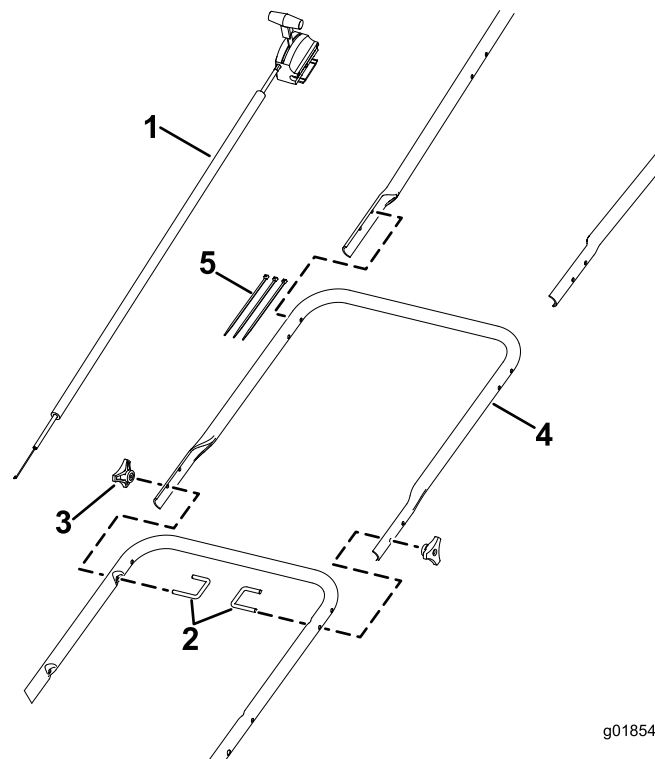
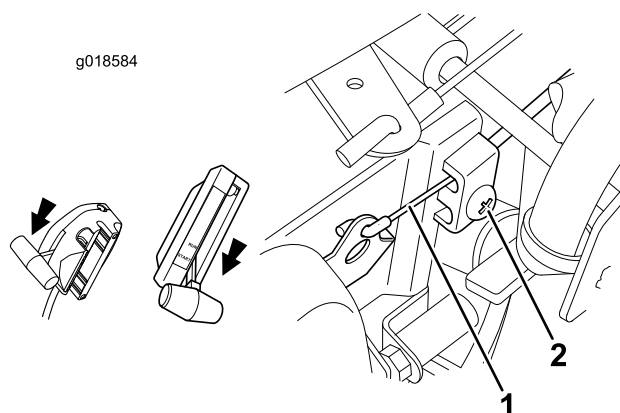

Figura 1
Figura 3
1. Rimuovete il comando dell'acceleratore dalla stegola. Conservate i dispositivi di fissaggio (Figura 1). Allentate il serrafilo del cavo di controllo dell'acceleratore sul motore, rimuovete il cavo esterno dal serrafilo e il cavo interno dalla leva (Figura 3).
3. Assicurate la prolunga della stegola alla sezione inferiore della stegola con 2 manopole e 2 bulloni a U (Figura 1).
4. Assicurate la sezione superiore della stegola alla prolunga con le 2 manopole e i 2 bulloni a U rimossi al punto 2 (Figura 1).
5. Utilizzate i dispositivi di fissaggio rimossi al punto 1 per assicurare il comando dell'acceleratore più lungo alla sezione superiore della stegola. Assicurate il gruppo comando alla stegola con 3 fascette per cavi (Figura 1).
7. Mettete il comando dell'acceleratore in posizione di avvio (Figura 3).